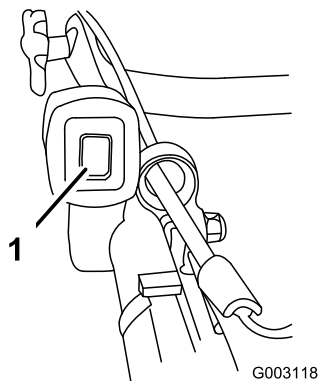

Figure 14
1. Ponga el interruptor de encendido en la posición de Encendido (Figure 14).